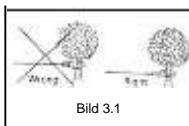

Bild 3.1
**OBSERVERA!** Fäst inte kroken i vajern, det kan skada den. Se bild 3.1